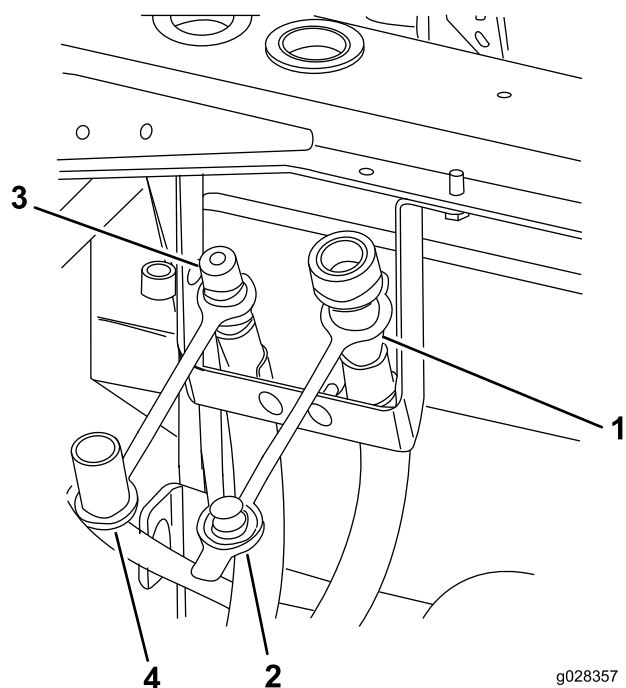

Figura 10
5. Montate il flessibile della pressione sulla staffa di supporto nella posizione sinistra, utilizzando un morsetto a R, un bullone a testa tonda (1/4 poll.) e un dado (1/4 poll.) (Figura 10)
7. Montate il flessibile di ritorno sulla staffa di supporto nella posizione destra, utilizzando un morsetto a R, un bullone a testa tonda (1/4 poll.) e un dado (1/4 poll.) (Figura 10)